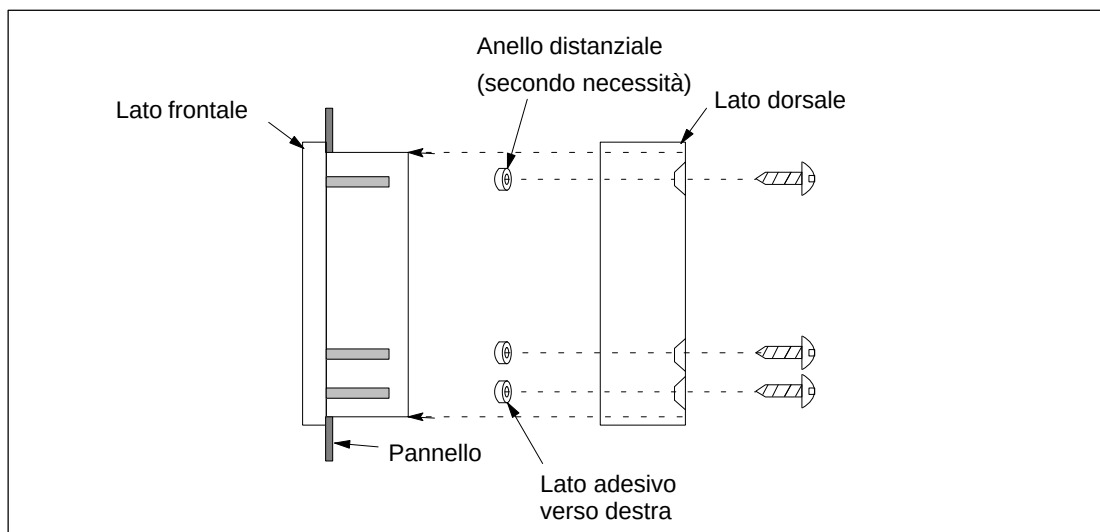

Figura 2-4 Montaggio su pannello del PG 702
2. Rimuovere le tre viti sul lato posteriore del PG 702 (vedere figura 2-4).